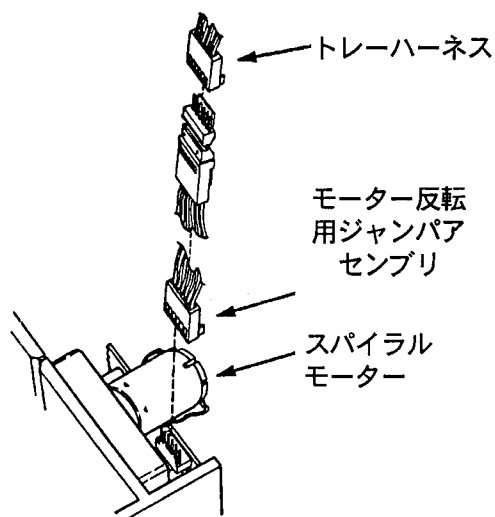

図1
3. モーター反転用ジャンパアセンブリを右側のモーターに接続します (図 1 参照)。